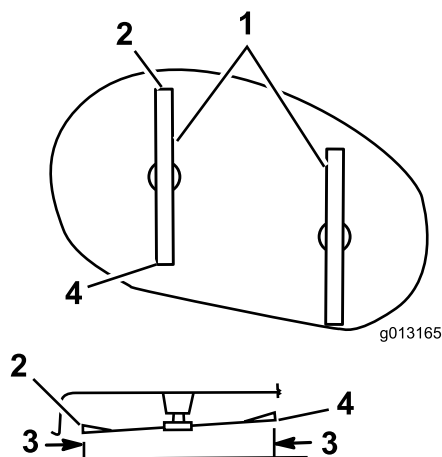

Bild 41
1. Messen Sie den Abstand zwischen der vorderen Spitze des linken Messers und der flachen Oberfläche (Bild 41). Wiederholen Sie dies für die hintere Spitze des linken Messers.